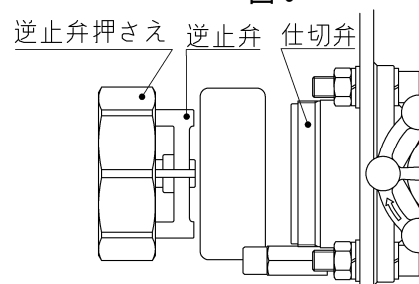

図10
- ② パイプレンチ等で仕切弁から逆止弁押さえを外してください。逆止弁押さえを外すと逆止弁も外れます(図10)